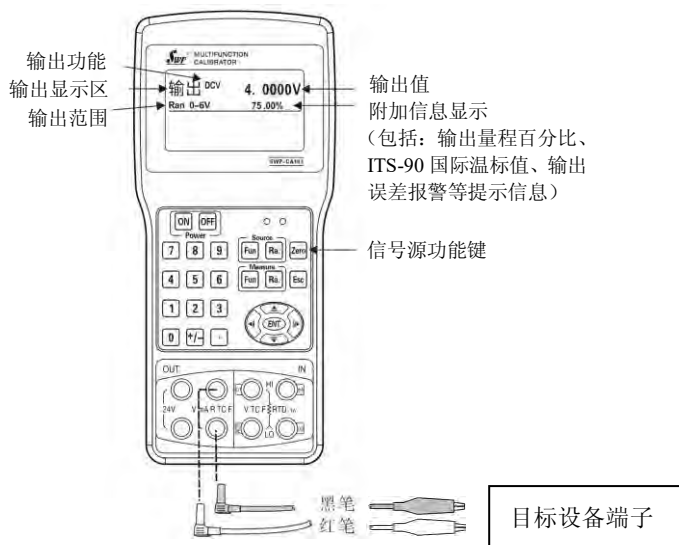

图 4.1 连接信号源端子
- ①通过左右方向键选择光标的位置，通过上下键修改该位的数值；
- ②直接通过数字键盘区输入数值，输入完一位后光标自动向右移一位，小数点位自动跳过，到末尾自动跳到起始位（以下所有的数值输入都可通过这两种方式实现修改）。
- 1 连接端子见图 4.1。